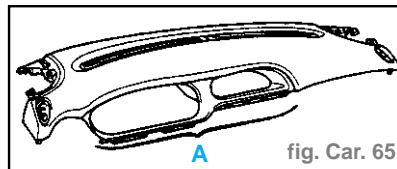

fig. Car. 65
- Déclipser la partie (A), en la soulevant à la main, puis tirer l'ensemble vers soi (fig. Car. 65).